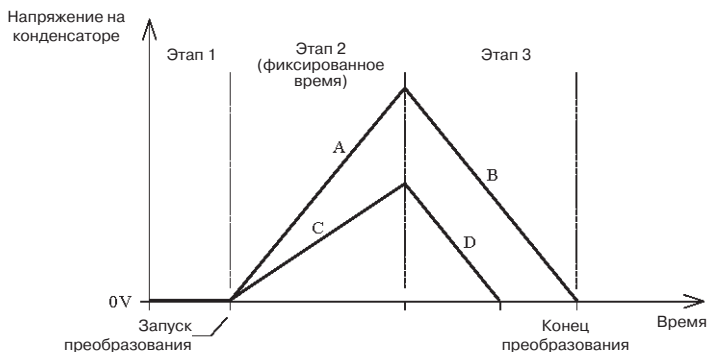

Рис. 11.5. Упрощённая модель АЦП двойного интегрирования
2. *Интегрирование «ВВЕРХ»* напряжения V_{IN} . В начале этого этапа счётчик обнуляется, а переключатель $S1$ устанавливается в положение 1, подавая напряжение V_{IN} на вход источника тока, управляемого напряжением. Размыкается ключ $S2$, позволяя току, пропорциональному входному напряжению V_{IN} заряжать интегрирующий конденсатор C . На конденсаторе при этом формируется линейно возрастающее напряжение, обозначенное буквой A на **Рис. 11.5**. Нарастание ограничивается по времени, обычно нарастание продолжается до тех пор, пока счётчик не досчитает до максимума, чтобы обеспечить наибольшую точность преобразования. По истечении этого периода счётчик обнуляется и начинается последний этап преобразования.
На **Рис. 11.5** показаны графики напряжений, формирующихся в течении двух этапов интегрирования. Линии C и D , расположенные снизу, получены при более низком входном напряжении V_{IN} . Линии B и D имеют одинаковый наклон, так как образованы одним и тем же по величине током (определяемым V_{REF}).